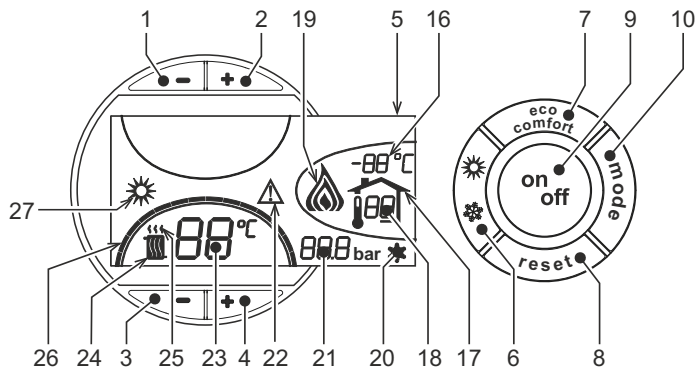
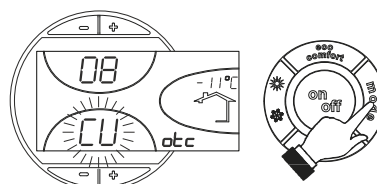
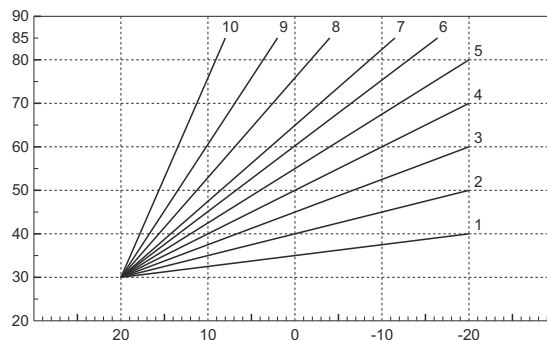
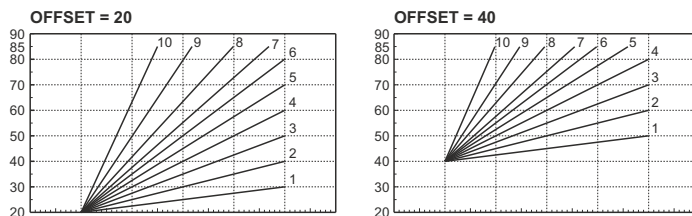

fig. 1 - Panel de control
fig. 9 - Curva de compensación
fig. 11 - Curvas de compensación
fig. 12 - Ejemplo de desplazamiento paralelo de las curvas de compensación
Pulsar la tecla **on/off** (9 - fig. 1) durante 1 segundo.
Se inhabilita el funcionamiento en calefacción. El sistema antihielo permanece operativo. Para volver a activar la caldera, pulsar nuevamente la tecla **on/off** (9 - fig. 1) durante 1 segundo.
- Pulsar la tecla ON/OFF (9 - fig. 1).
Pulsar la tecla **verano/invierno** (6 - fig. 1) 1 segundo.
En la pantalla se visualiza el símbolo Verano (27 - fig. 1): la caldera sólo suministra agua sanitaria. El sistema antihielo permanece operativo.
Para desactivar la modalidad Verano, pulsar nuevamente la tecla **verano/invierno** (6 - fig. 1) 1 segundo.
Mediante las **teclas** (3 y 4 - fig. 1) se puede regular la temperatura de la calefacción desde un mínimo de 30 °C hasta un máximo de 80 °C.
Mediante las teclas **-/+** (1 y 2 - fig. 1) se puede regular la temperatura del agua sanitaria desde un mínimo de 10 °C hasta un máximo de 65 °C.
Si está instalada la sonda externa (opcional), en la pantalla del panel de mandos (5 - fig. 1) aparece la temperatura instantánea medida por dicha sonda. El sistema de regulación de la caldera funciona con "Temperatura adaptable". En esta modalidad, la temperatura del circuito de calefacción se regula en función de las condiciones climáticas exteriores, con el fin de garantizar mayor confort y ahorro de energía durante todo el año. En particular, cuando aumenta la temperatura exterior disminuye la temperatura de ida a la calefacción, de acuerdo con una curva de compensación determinada.
Durante el funcionamiento con temperatura adaptable, la temperatura programada mediante las teclas de calefacción **-/+** (3 y 4 - fig. 1) pasa a ser la temperatura máxima de ida a la instalación. Se aconseja definir el valor máximo para que la instalación pueda regular la temperatura en todo el campo útil de funcionamiento.
Si se pulsa una vez la tecla **mode** (10 - fig. 1), se visualiza la curva actual de compensación (fig. 9), que se puede modificar con las **teclas del agua sanitaria** (1 y 2 - fig. 1). Seleccionar la curva deseada entre 1 y 10 según la característica (fig. 11).
Si se pulsan las **teclas de la calefacción** (3 y 4 - fig. 1), se accede al desplazamiento paralelo de las curvas (fig. 12), modificable mediante las **teclas del agua sanitaria** (1 y 2 - fig. 1).
Al pulsar otra vez la tecla **mode** (10 - fig. 1) se sale de la modalidad de regulación de las curvas paralelas.
Si la caldera tiene conectado el reloj programador a distancia (opcional), los ajustes descritos anteriormente se gestionan según lo indicado en la tabla 1. Además, en la pantalla del panel de mandos (5 - fig. 1) aparece la temperatura ambiente actual medida por el reloj programador a distancia.
Selección Eco/Comfort	Si se desactiva el funcionamiento en sanitario desde el menú del reloj programador a distancia, la caldera selecciona la modalidad Economy. En esta condición, la tecla 7 - fig. 1 del panel de la caldera está inhabilitada. Si se vuelve a activar el funcionamiento en sanitario con el reloj programador a distancia, la caldera se dispone en modo Comfort. En esta condición, con la tecla 7 - fig. 1 del panel de la caldera es posible pasar de una modalidad a otra.